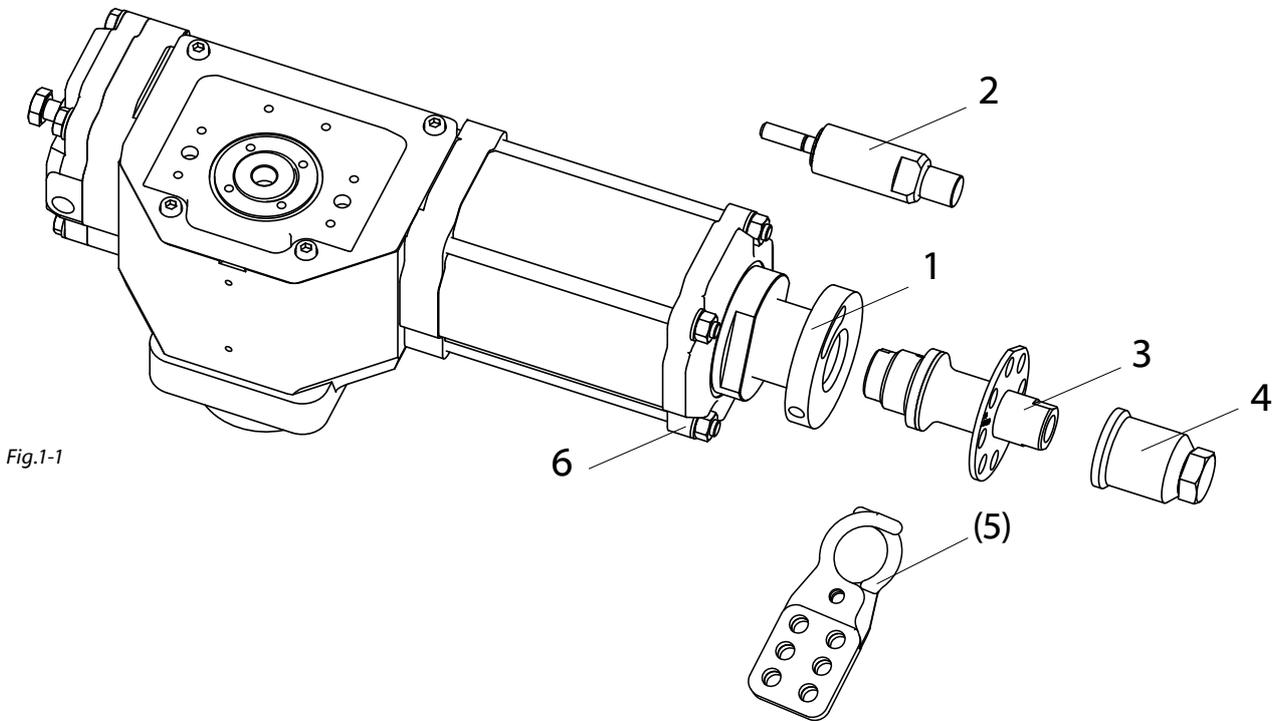
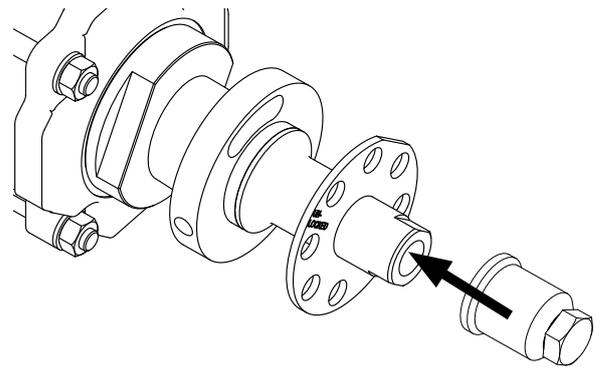

Fig.1-1
Fig.2-11 Mount the dust cover to the lock shaft.
- Vérifiez que la bague d'étanchéité est montée sur l'axe de verrouillage (→ Fig. 1-1/3). Montez l'axe de verrouillage en plaçant le disque perforé du côté opposé à l'actionneur () (→ Fig. 2-10). Vissez l'axe de verrouillage à fond dans le manchon d'extrémité. **Serrez l'axe de verrouillage à un couple de serrage de 50 Nm minimum.**
- Montez et serrez le capuchon antipoussière (→ Fig. 1-1/4) sur l'axe de verrouillage (→ Fig. 2-11).